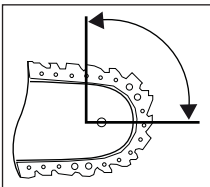

Abb. 1
- Eine Berührung mit der Schienenspitze kann in manchen Fällen zu einer unerwarteten, nach hinten gerichteten Reaktion führen, bei der die Führungsschiene 23 nach oben und in Richtung der Bedienperson geschlagen wird (siehe Abb. 1).